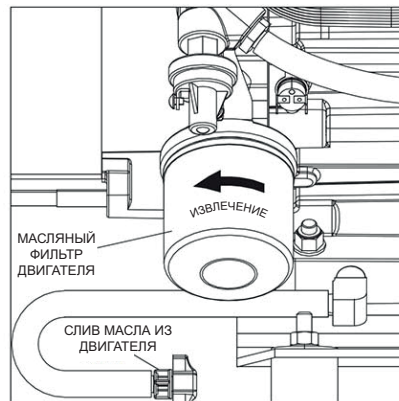

Рисунок 4-2: Расположение масляного фильтра и слива
4. Слив масло, извлеките старый масляный фильтр, повернув его против часовой стрелки. Расположение фильтра см. на Рисунок 4-2.